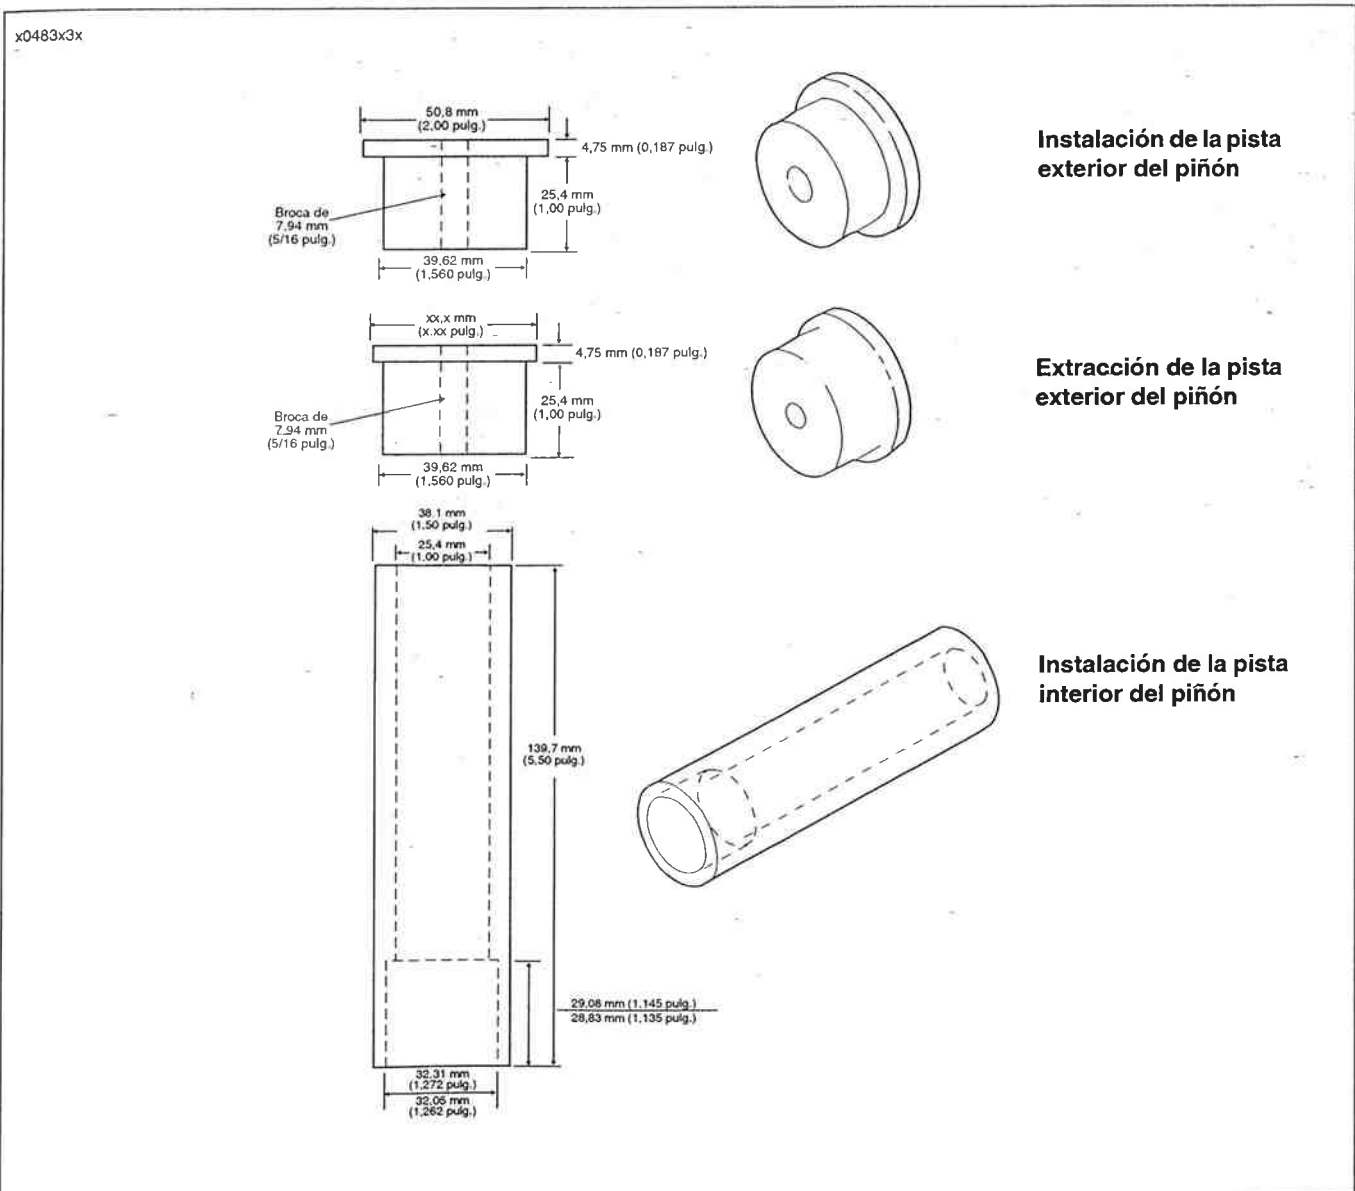

Figura 3-103. Herramientas para cojinetes del eje del piñón
Vea la Figura 3-103. Se ilustran las dimensiones para fabricar las herramientas que se usan para extraer la pista exterior del cárter.
12. Para conocer las dimensiones necesarias para fabricar una herramienta de presión, vea la Figura 3-103. Cuando la herramienta llegue al fondo contra el volante, automáticamente se establece la localización correcta de la pista interior.